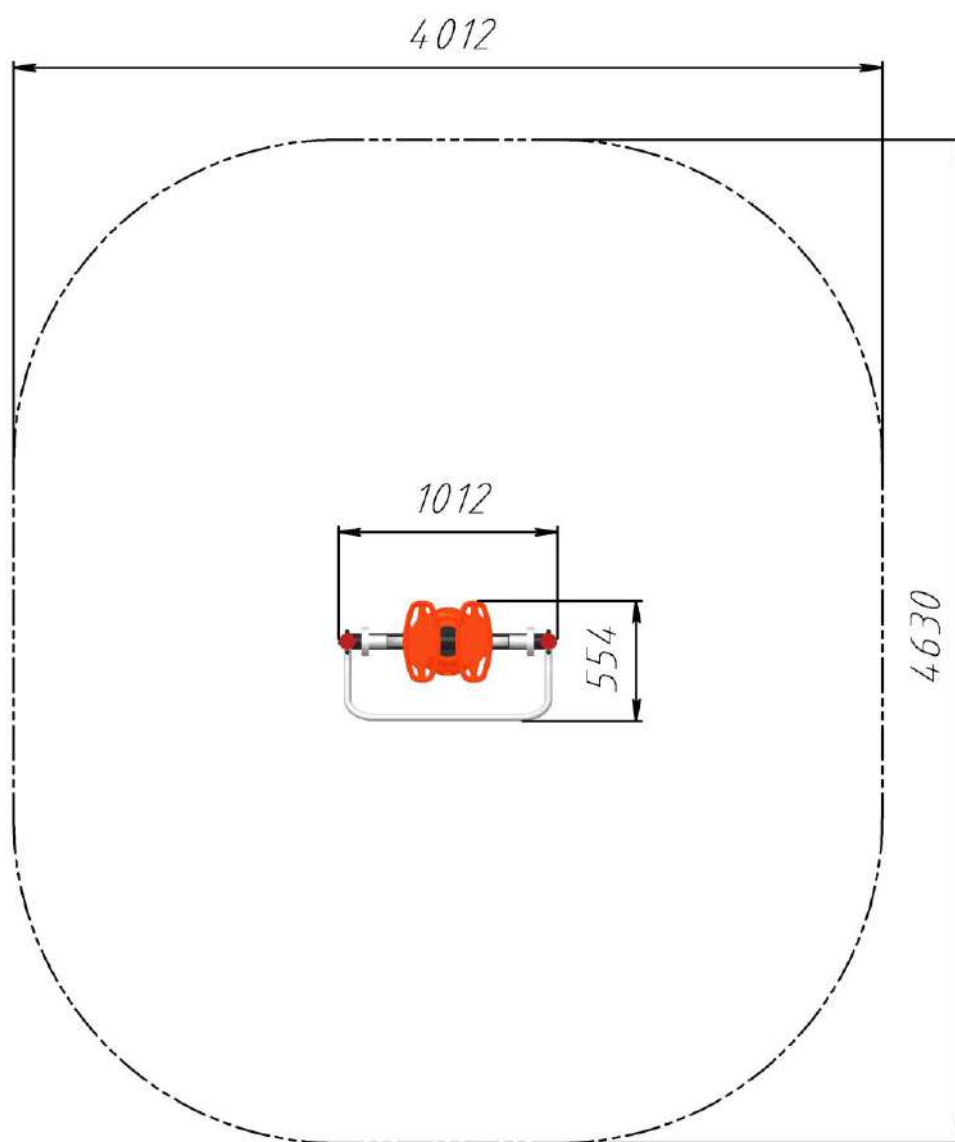

Рис.2 Зона безопасности тренажера РТР 512Т
3.5. Монтаж тренажера проводится на ровном месте в соответствии с планировкой размещения всего оборудования площадки. При монтаже необходимо обеспечить безопасную зону вокруг тренажера в соответствии с рис. 2.